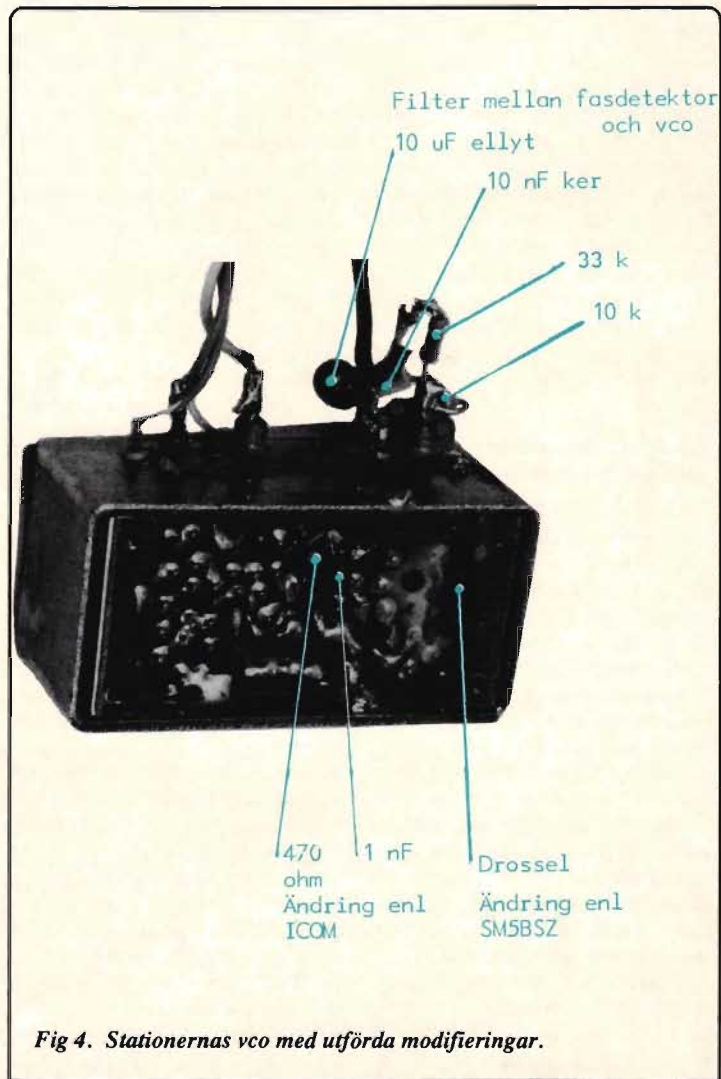
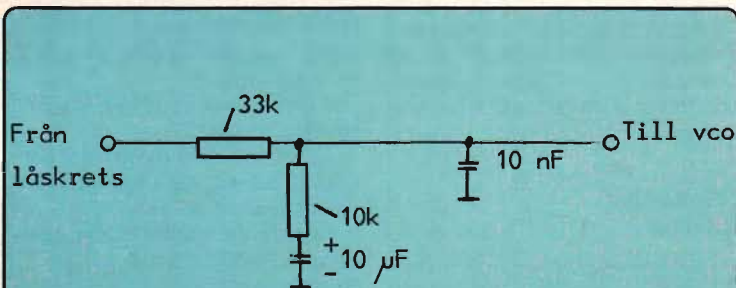

Fig 4. Stationernas vco med utförda modifieringar.
Fig 5. Mellan fasdetektor och vco lägger man in det här filtret. Se det praktiska utförandet i fig 3.
Det är dock möjligt att spridningen i transistordata ändå gör att motståndet ger en förbättring ibland. Det skadar i alla händelser inte att skära upp laminatet vid sourceanslutningen och lägga in motståndet samt avkopplingskondensatorn. Av fotografiet, fig 4, framgår det hur Icom har gjort.
② Löd loss innerledaren i den skärmade kabel som går från låskretsen till genomföringskondensatorn på vco:n och koppla in ett filter enligt fig 5. Låt komponenterna hänga på utsidan av vco:n med kortast möjliga ledningar, se fig 4.
Filtret enligt fig 5 medför att man får ökad fasvridning i den
Fig 4 visar sändarens uppbyggnad sedd från baksidan med tänkbara placeringar av tillsatsspakarna.
Tillverka ett par vinklar för att fästa kretskortet i gavlarna. Akkumulatorerna limmas med epoxy enligt *fig 5* och de åtta cellerna seriekopplas till 9,6 V spänning.